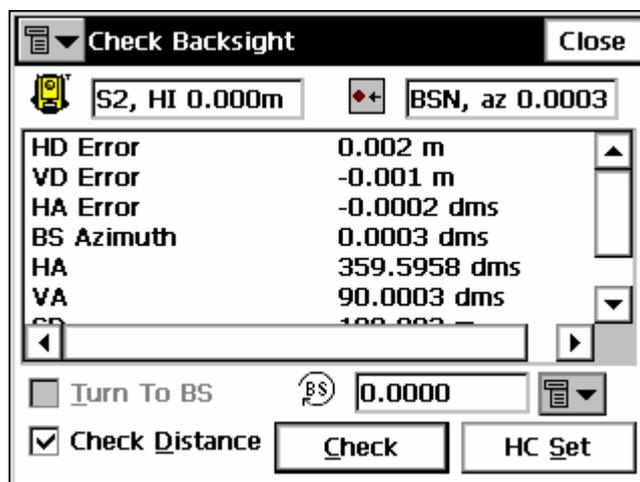

Рисунок 6-20. Проверка задней точки
4. Чтобы проверить точность установки задней точки, нажмите кнопку **Check BS** (Проверить ЗТ). При этом появится окно **Check Backsight** (Проверка задней точки), в котором после нажатия кнопки **Check** (Проверить) будут показаны величины, оценивающие точность измерения (рис. 6-20). Нажмите **Close** (Заккрыть).